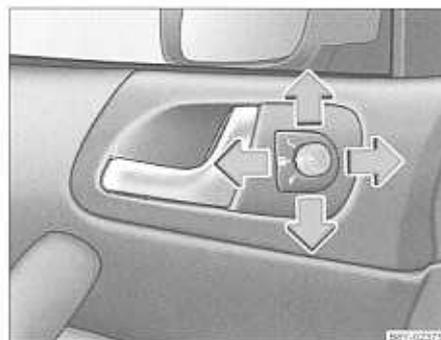

Fig. 42 Parte interior de la puerta: Mando giratorio
- Gire el botón hasta la posición ⇒ fig. 42. ▶